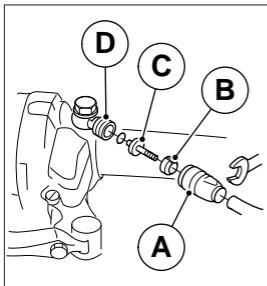

Fig. 8
Verbindungsstück **A** (Fig. 8) mit einem zu 8 mm Flachschlüssel auslösen und wegnehmen. Nachdem der zu entfernende Schlauchteil bestimmt ist, den Schnitt des übrigen Teils mit einem Cutter vornehmen. Unter Beachten, daß kein Öl ausfließt, das Verbindungsstück **A** in den übriggebliebenen Schlauchteil wiedereinsetzen, und darauffolgend, eine neue zweieckige Büchse **B** und einen neuen Pfropfen **C** anbauen. Mit etwas Fett die zweieckige Büchse **B** und das Gewinde einschmieren, und das Ganze auf dem Verbindungsstück **D**, welches auf der Pumpe montiert geblieben ist, wiederaufschrauben.
*Wenn die zweieckige Büchse **B** (Fig. 8) nicht wie beschrieben festgemacht wird, könnte sie sich während des Führens lockern, was das Ablösen des Schlauchs verursachen könnte, das für den Fahrer und Personen in dessen näherem Umfeld schwerwiegende Folgen haben könnte.*